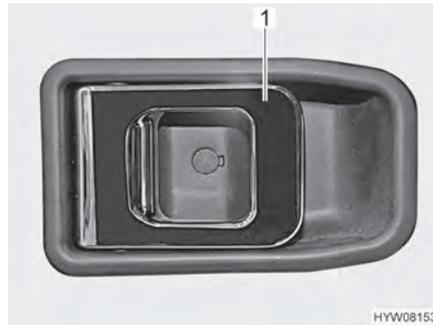

Fig. 34 Serrure de la porte (porte chauffeur, à l'intérieur)
- Tirer sur la poignée (Fig. 34,1). La serrure de la porte se déverrouille et s'ouvre.
- Appuyer sur la poignée (Fig. 34,1). La serrure de la porte se verrouille.